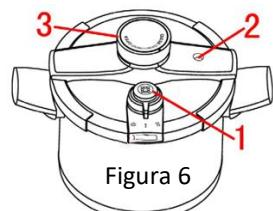

Figura 6
### ※ Usando nuestros productos para sentirse a gusto, diseñamos y equipamos múltiples dispositivos para mayor seguridad. (Figura 6)
2. La configuración de varios dispositivos garantiza que la olla a presión funcione normalmente. (Figura 6)